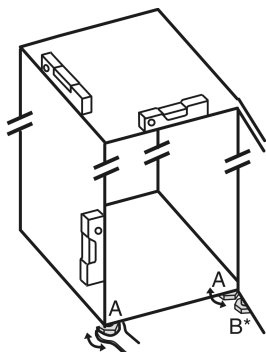

Fig. 5
- ▶ Seřizovací nožky Fig. 5 (A) vyšroubujte pomocí příloženého vidlicového klíče a pomocí vodováhy, dokud nebude spotřebič pevně vyrovnán.
- ▶ Seřizovací nožku Fig. 5 (B) na stojanu ložiska vytáchejte pomocí příloženého vidlicového klíče, až dosedne na zem.
- ▶ Seřizovací nožku Fig. 5 (B) otáčejte dál o 90°.